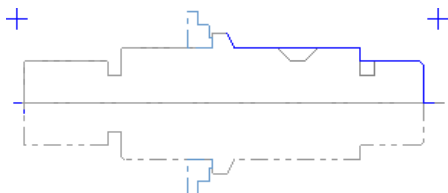

图 19.17 刀具路径
(1) 在“车床-精车 属性”对话框中单击 精车参数 选项卡，然后单击 进/退刀(L) 按钮，系统弹出“进退/刀设置”对话框。
(2) 在“进退/刀设置”对话框中单击 退刀 选项卡，在 确定方向 区域选中 相切 单选项。
(3) 单击“进退/刀设置”对话框中的 按钮，系统返回至“车床-精车 属性”对话框。
Step6. 单击“车床-精车 属性”对话框中的 按钮，完成精车参数的设置，此时系统将自动生成图 19.17 所示的刀具路径。